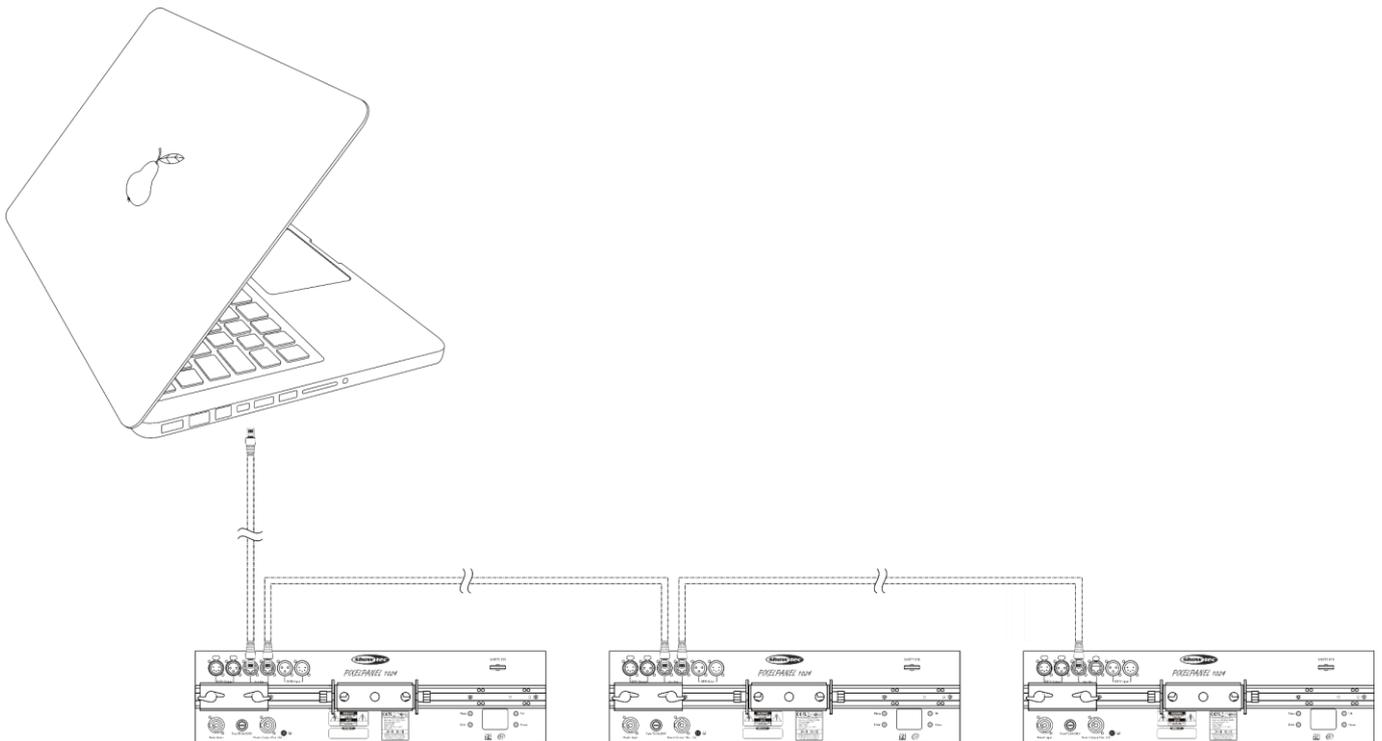

Fig. 09
- 03) Repita el paso 2 para todos los dispositivos como se indica en la Fig. 09.